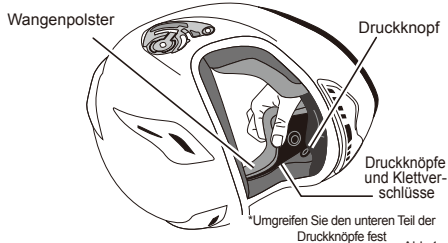

Abb. 1
- 2 Ziehen Sie den Kinnriemen aus dem Wangenpolster. (Abb. 1)